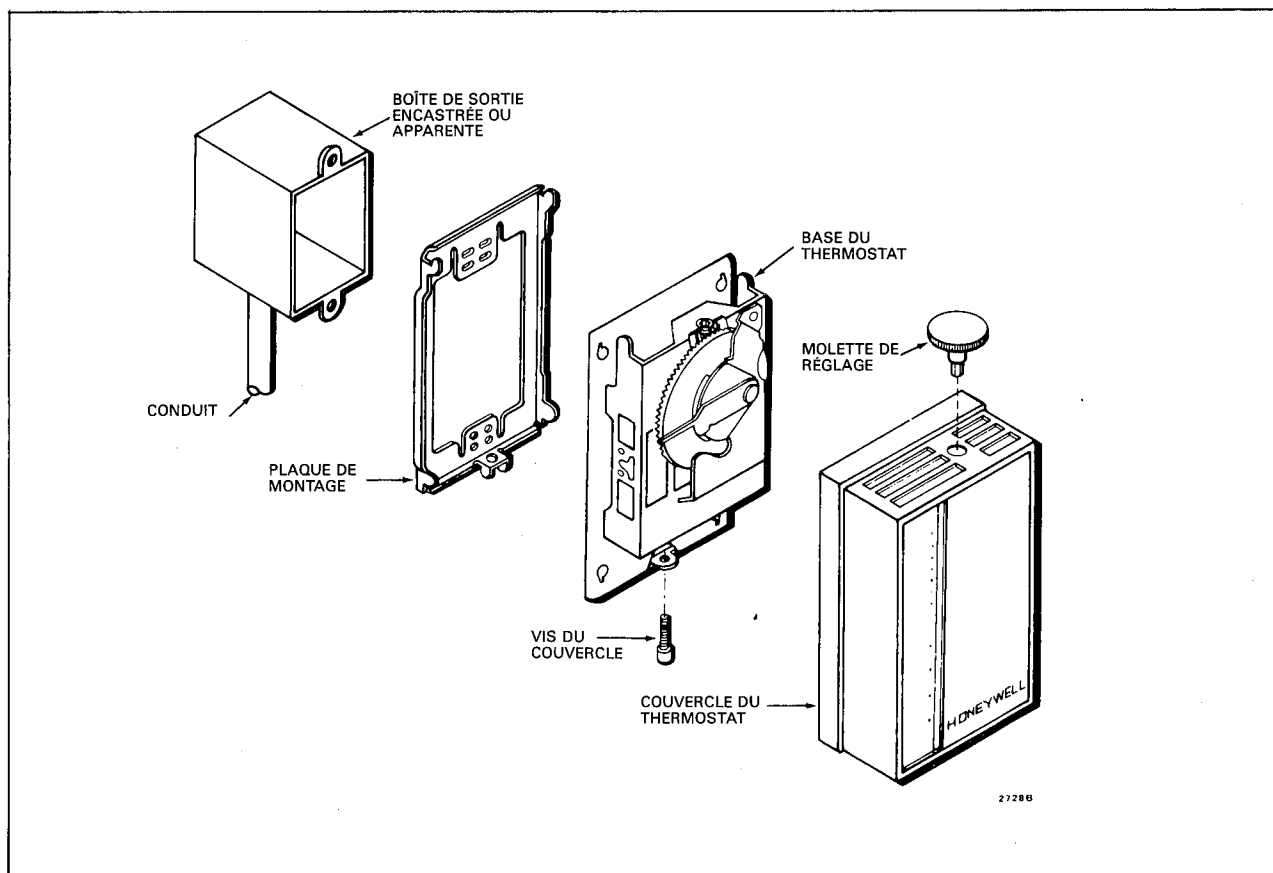

FIG. 3—MONTAGE DU THERMOSTAT SUR UNE BOÎTE DE SORTIE VERTICALE.
7. Accrocher la base du thermostat sur les languettes de la plaque de montage (fig. 3).